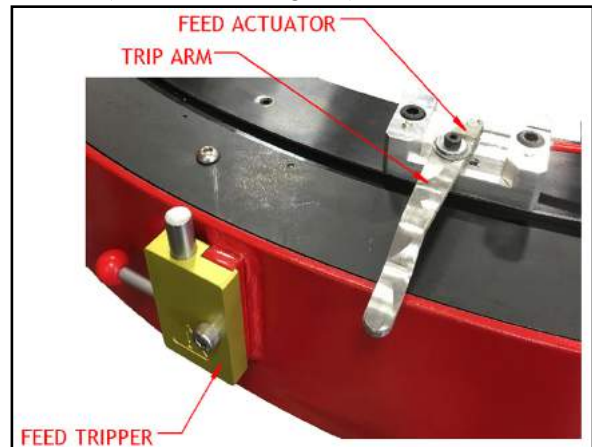

ABBILDUNG 3-9. POSITION DER VORSCHUB-MITNEHMER
1. Installieren Sie die Vorschub-Mitnehmer nach Bedarf (siehe Abbildung 3-9).